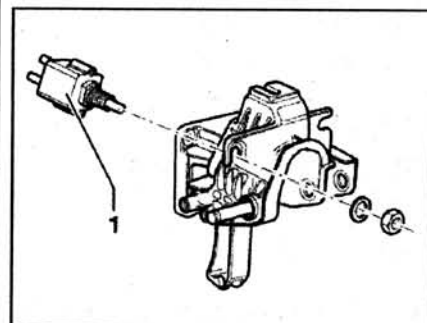

Рис. 4.7. Отсоедините разъем проводки от датчика 1.
6. Отсоедините разъем проводки от датчика 1 (рис. 4.7). Открутите гайку крепления и снимите датчик с педали сцепления.